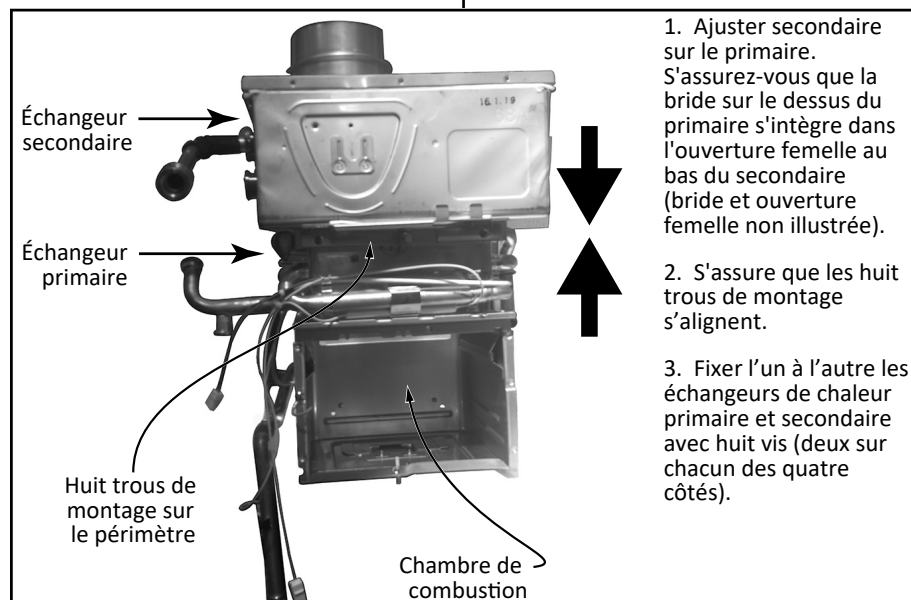

Figure 66
2. Assurez-vous que les huit trous de montage s'alignent, voir Figure 66.
- 6.3.3 Réinstallez les **deux** chauffe-tuyau en céramique du tuyau d'eau froide, l'un en haut et l'autre en bas, voir items 466, 414 et 415 à la page 74.
7. Reconnectez le tuyau de sortie de l'échangeur de chaleur (item 467, page 74) comme indiqué au point de raccordement E.
8. Reconnectez le tuyau de vidange (item 465) comme illustré au diagramme de la page 74. Fixez les deux extrémités avec des attaches 6-15.
9. Insérez le brûleur dans la chambre de combustion, (voir Figure 66).